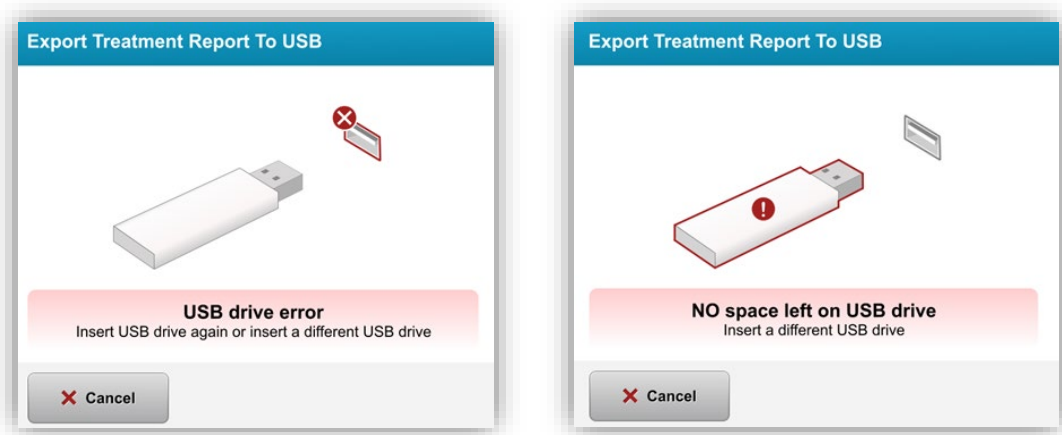

Figura 3-42. Error de USB y No queda espacio en el USB
- Si el USB está lleno o el sistema no puede leerlo, aparecerá un mensaje de error, tal como se muestra en la figura 3-42.